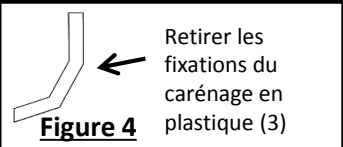

Figure 4
- Retirer le couvercle en plastique (côté conducteur)** – À l'aide d'une douille 10mm, retirer quatre (4) écrous et à l'aide d'un tournevis à lame plate, retirer trois (3) goupilles-poussoirs en plastique.
- Enlever le carénage inférieur** – À l'aide d'un tournevis cruciforme, retirer deux (2) vis, une (1) par côté, et à l'aide d'un tournevis à lame plate, retirer trois (3) goupilles-poussoirs en plastique. Enlever ensuite les attaches de carénage en plastique à l'aide d'un tournevis cruciforme, une (1) vis par attache, et remettre au propriétaire. (Voir la Figure 4)
2. **(B). Enlever ensuite les attaches de carénage en plastique à l'aide d'un tournevis cruciforme, une (1) vis par attache, et remettre au propriétaire. (Voir la Figure 4)**